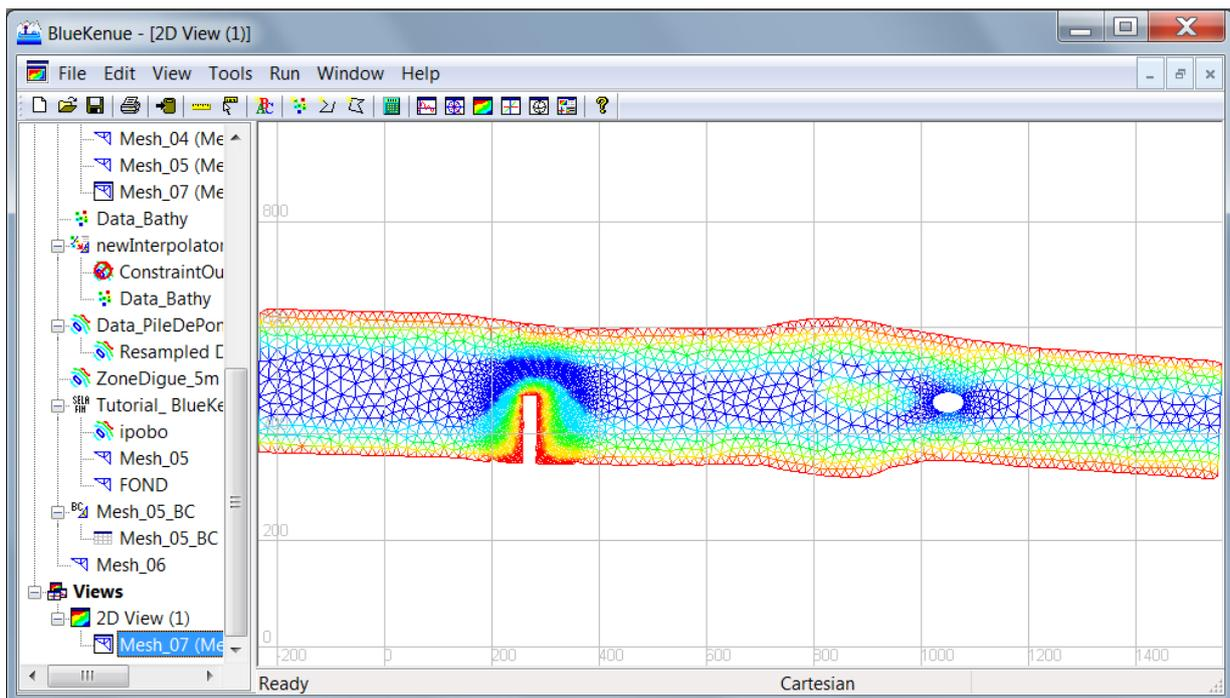

FIGURE 2.2 – Maillage dont la longueur est fonction de la bathymétrie
- Refaites l'opération d'interpolation sur *Mesh07* et la bathymétrie afin d'y intégrer l'information de profondeur. (Fig.2.2)